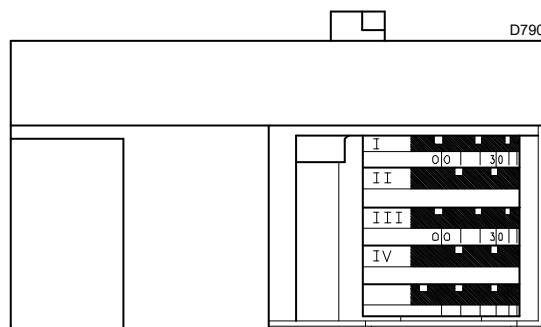
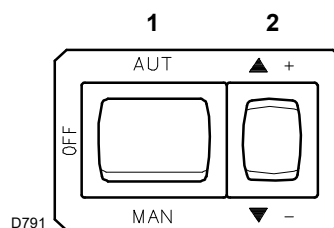

Fig. 25
Fig. 26
Il servomotore (Fig. 25) regola contemporaneamente la serranda dell'aria tramite la camma a profilo variabile e la farfalla del gas.
Chiudere i telecomandi e mettere l'interruttore 1)(Fig. 26) in posizione "MAN".
Premere il pulsante 2)(Fig. 26 a pag. 23) "diminuzione potenza" (▼ -) e tenerlo premuto fino a quando il servomotore ha chiuso la serranda aria e la farfalla del gas a 20° (regolazione fatta in fabbrica).
- Se bisogna diminuirla, ridurre un poco l'angolo della camma III (Fig. 25 a pag. 23) con piccoli spostamenti successivi, cioè portarsi dall'angolo 20° a 18° - 16°....
- Se bisogna aumentarla, premere un poco il pulsante 2)(Fig. 26 a pag. 23) "aumento potenza" (▲ +) (aprire di 10-15° la farfalla del gas), aumentare l'angolo camma III (Fig. 25 a pag. 23) con piccoli spostamenti successivi, cioè portarsi dall'angolo 20° a 22° - 24°....
Nella descrizione che precede abbiamo lasciato il bruciatore acceso, funzionante alla potenza MIN. Premere ora il pulsante 2) (Fig. 26 a pag. 23) "aumento potenza" (▲ +) e tenerlo premuto fino a quando il servomotore ha aperto la serranda aria e la farfalla del gas a 90°.
Premere un poco il pulsante 2)(Fig. 26 a pag. 23) "aumento potenza" (▲ +) in modo che una nuova vite 5)(Fig. 28) appaia all'interno dell'apertura 6)(Fig. 28), regolarla fino ad ottenere una combustione ottimale. Procedere allo stesso modo con le viti successive.
Spegnere il bruciatore agendo sull'interruttore 1)(Fig. 26 a pag. 23), posizione OFF, svincolare la camma a profilo variabile mettendo in posizione verticale l'intaglio 2) (Fig. 28) dal servomotore, e verificare più volte ruotando a mano la camma avanti ed indietro che il movimento sia morbido e privo di impuntamenti.